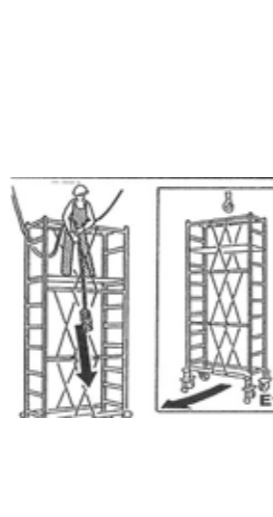

fig.107
- 11. Calare la pulsantiera dal trabattello e allontanare quest'ultimo. (fig.107)